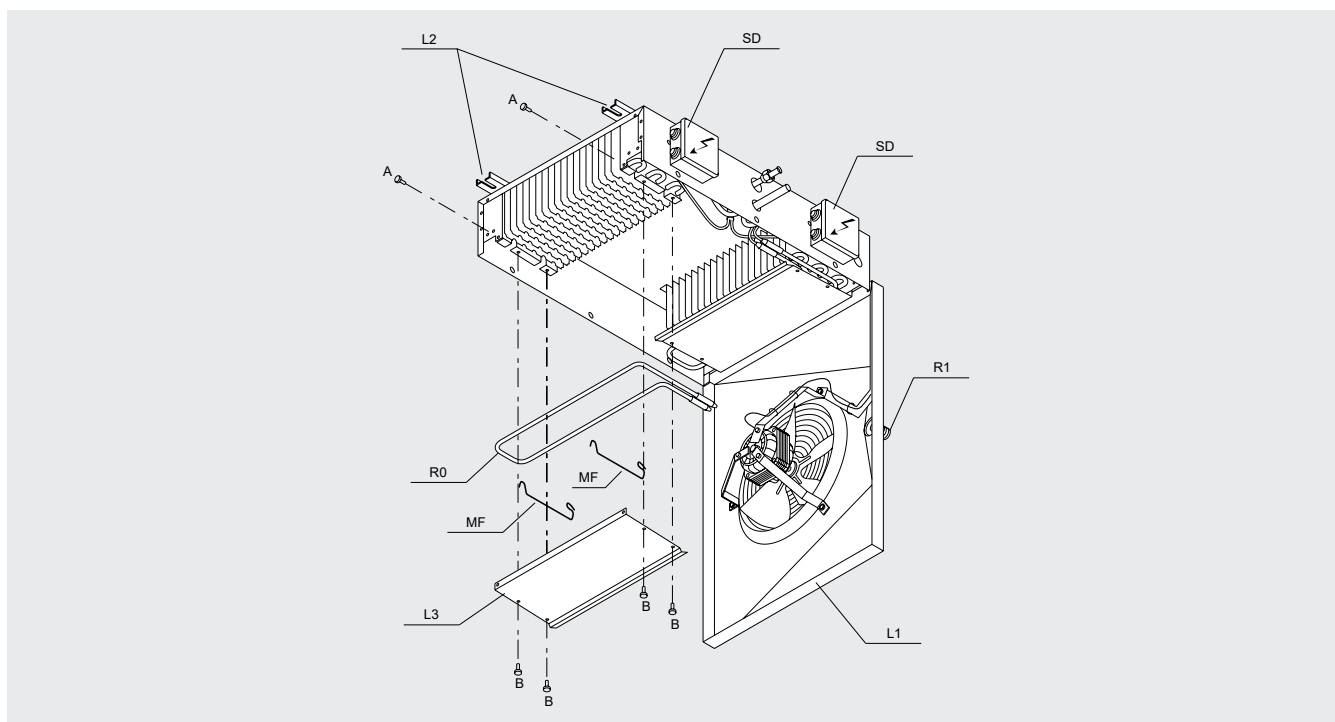

Figure 6
- 8.3 Accompagnez le carénage de ventilation L1 jusqu'à la position indiquée sur la "Figure 6".